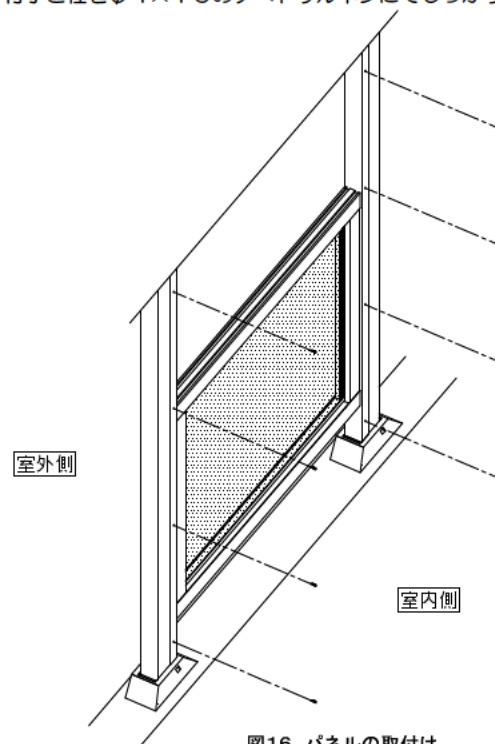

図16. パネルの取付け
(2) 付子と柱をφ4×16のナベドリルネジにてしっかりと固定してください(図16)。